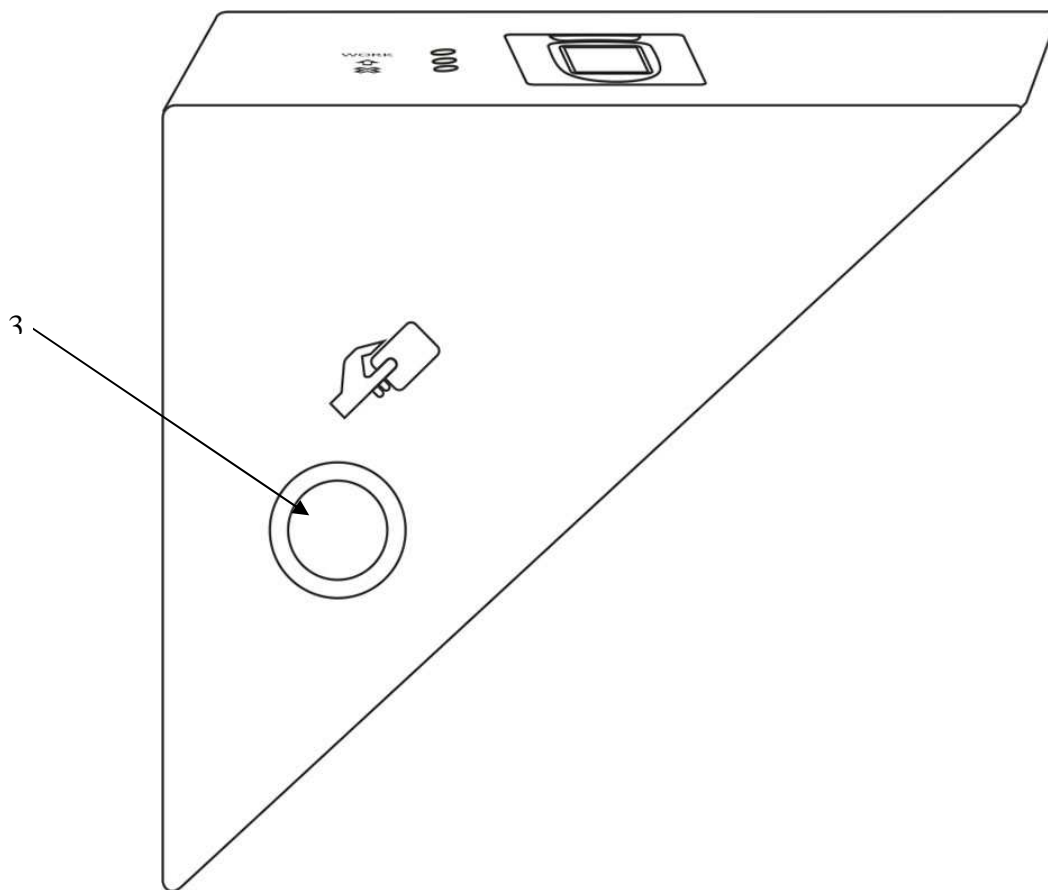

Рисунок 2 - Внешний вид контроллера (вид сбоку).
Считыватели Proximity карт стандарта EM marine (3) расположены на боковых стенках (рисунок 2).